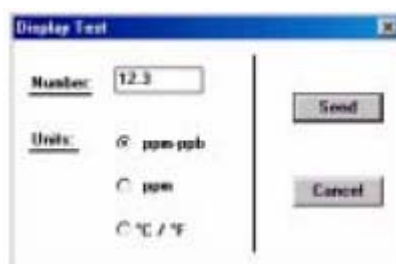

图 26：显示测试
**故障菜单**中，**键盘测试**选项可检测键盘按键是否工作正常。对话框如图 26 所示。